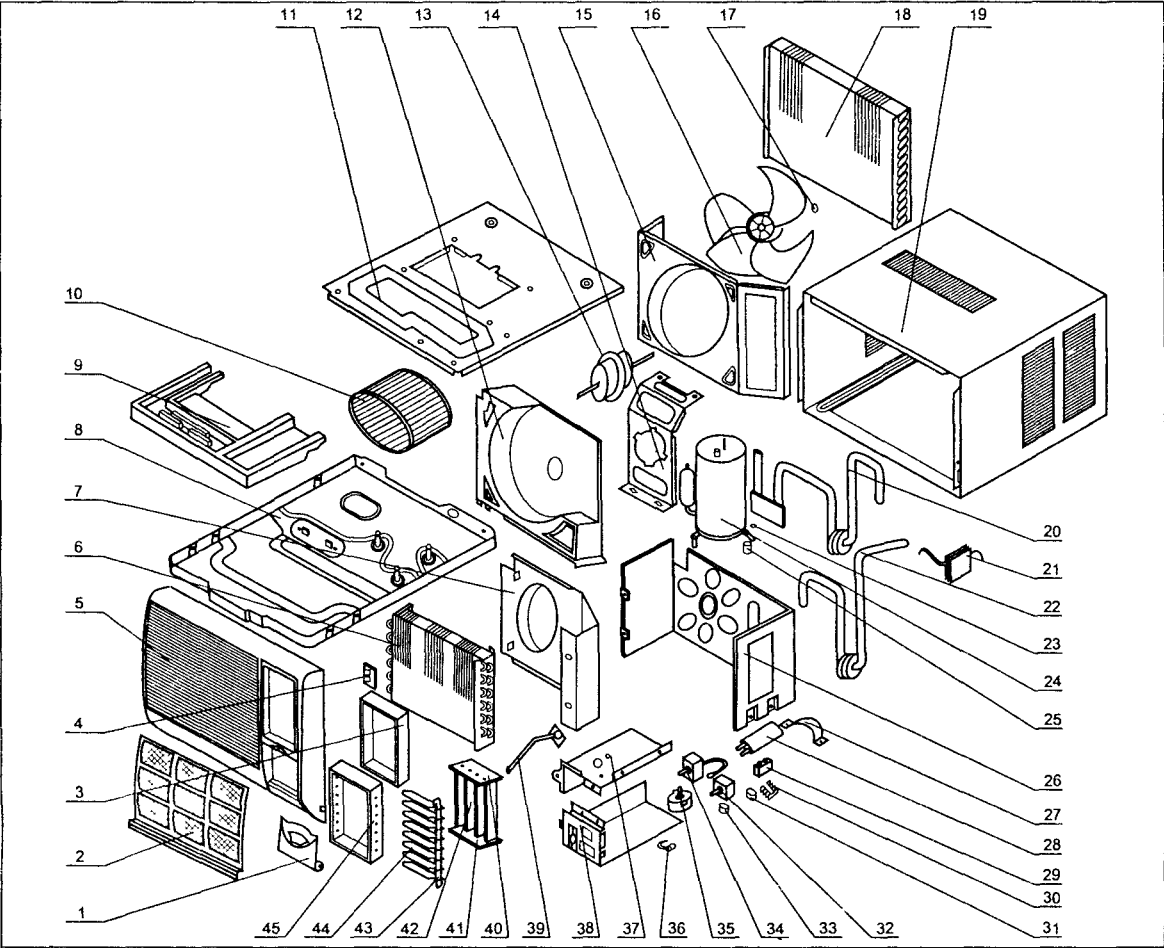
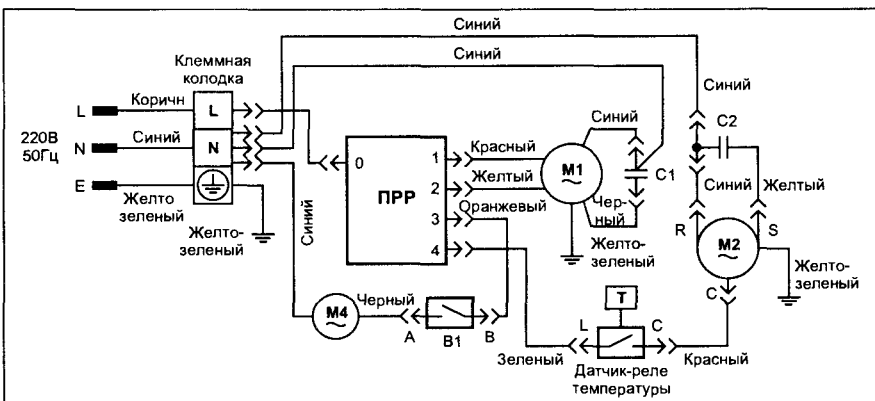

Рис. 2.4.1
Рис. 2.4.3. ППР — переключатель режимов работы; M1 — деиcатель вентилятора; M2 — деиcатель компрессора; M4 — деиcатель жалюзи
Основные параметры кондиционера и характеристики его компонентов показаны в табл. 2.4.1, составные части — на рис. 2.4.1, а их перечень — в табл. 2.4.2. Схема движения хладагента в кондиционере показана на рис. 2.4.2, а электрическая принципиальная схема — на рис. 2.4.3.
Переключатель режима работы кондиционера (ПРР на рис. 2.4.3) переводят в положение «проверочное включение» и вольтметром измеряют переменное напряжение 220 В на конт. L и N клеммной колодки. Если оно равно нулю, отключают вилку кондиционера от сети и омметром проверяют сетевой шнур на обрыв. Если напряжение есть, проверяют его наличие на выв. 2 ПРР (относительно клеммы N на колодке). При отсутствии там напряжения заменяют ПРР.
Вначале вольтметром проверяют наличие переменного напряжения 220 В на выв. 2 ПРР (относительно клеммы N на колодке). Если оно отсутствует, — заменяют ПРР. Омметром проверяют обмотки двигателя вентилятора М1 (рис. 2.4.3) на наличие короткого замыкания или обрыва. Если двигатель исправен, проверяют пусковой конденсатор С1 (2,5 мкФ, 450 В) на утечку или обрыв.
Включают кондиционер и вольтметром проверяют наличие переменного напряжения 220 В на конт. R и С двигателя компрессора М2 (рис. 2.4.3). Если напряжение отсутствует, проверяют его наличие на выв. 4 ПРР. Также проверяют замкнутое состояние контактов L и С датчика—реле температуры и надежность разъемного соединения датчика. В противном случае заменяют ПРР. Если питающее напряжение есть на двигателе М2, а компрессор не работает, проверяют пусковой конденсатор С2 (25 мкФ, 450 В) и обмотки двигателя компрессора.
На конт. 3 ПРР должно быть переменное напряжение 220 В (относительно клеммы N на колодке). Если напряжение отсутствует, заменяют ПРР. Затем проверяют, замкнуты ли контакты А и В выключателя В1 (рис. 2.4.3). Выключатель в этом случае должен находиться в положении «1». Если он исправен, проверяют обмотку двигателя М4 (ее сопротивление должно быть около 12 Ом) и надежность разъемного соединения двигателя.
- засорился сетчатый фильтр 2 (см. рис. 2.4.1) и поэтому уменьшился расход воздуха через испаритель 6. Проверяют и при необходимости очищают фильтр;